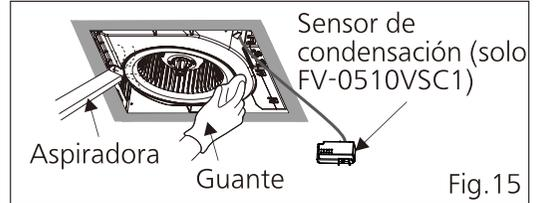

Fig. 15
3. Quite el polvo y la suciedad del cuerpo del ventilador usando una aspiradora. (Fig.15)
4. Usando un paño húmedo con detergente de cocina, quite toda la suciedad del cuerpo del ventilador. Límpielo en seco con un paño limpio. (Fig.15)